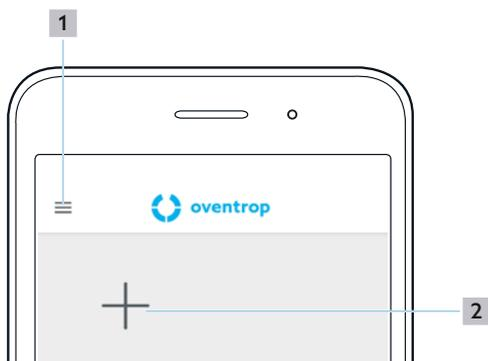

Fig. 12: Application ClimaCon F - Écran d'accueil
- ▶ Après avoir supprimé le thermostat d'ambiance, l'application passe à l'écran d'accueil (Fig. 12 en page 14).